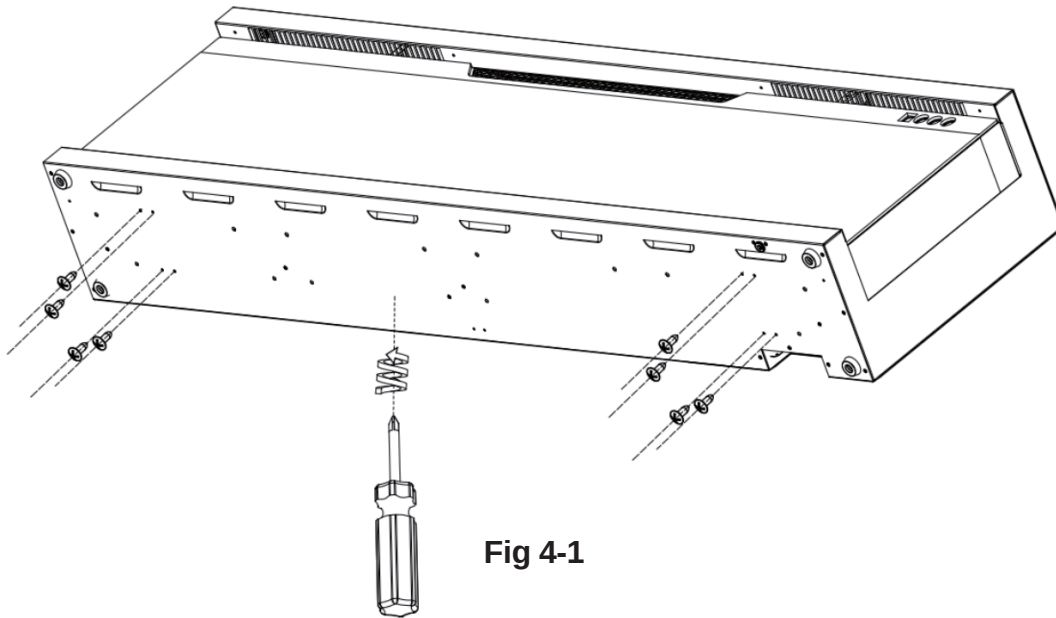

Fig 4-1
- A. Entfernen Sie alle Schrauben an der Unterseite des Geräts. (Abb. 4-1) Legen Sie die Schrauben beiseite.